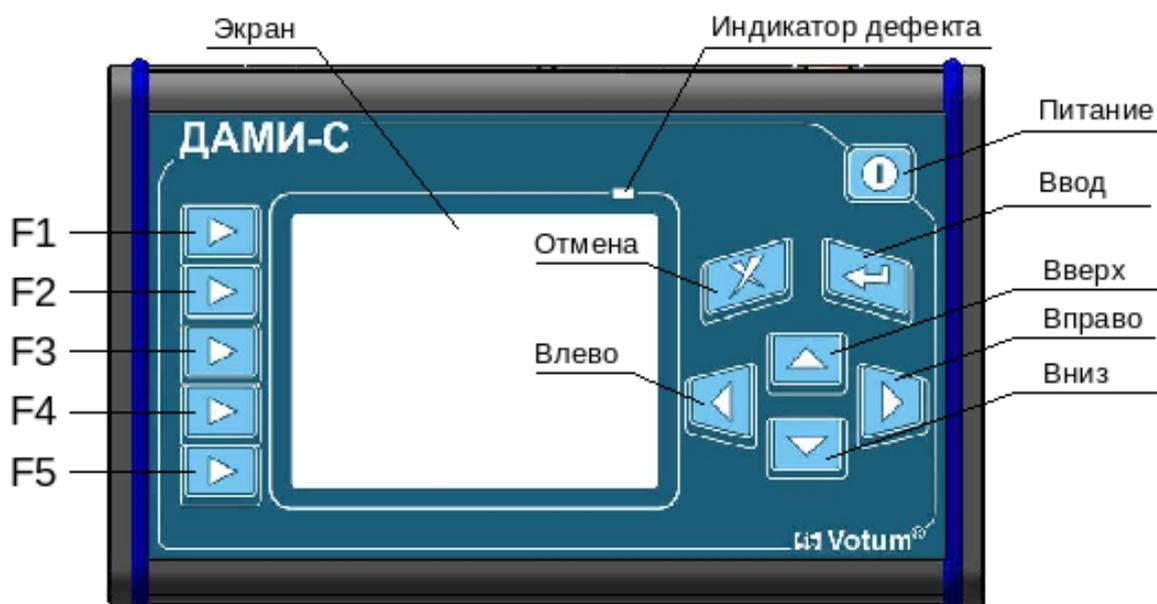

Рис.1. Передняя панель.
Органы управления и индикаторы ДАМИ-С09 расположены на передней панели (Рис.1).
6.1.1 Нажать кнопку  на передней панели в ДАМИ-С09 (**Рис.1**) и удерживать в течение 1-й секунды, при этом на передней панели загорится красный светодиод. Если при нажатии кнопки прибор не включается (полностью разряжена аккумуляторная батарея) необходимо подключить сетевой адаптер и повторно нажать .
Функциональное меню представляет из себя ряд управляющих элементов, расположенных в левой части экрана (**Рис. 6**). Каждому элементу меню соответствует функциональная кнопка (**Рис.1**).